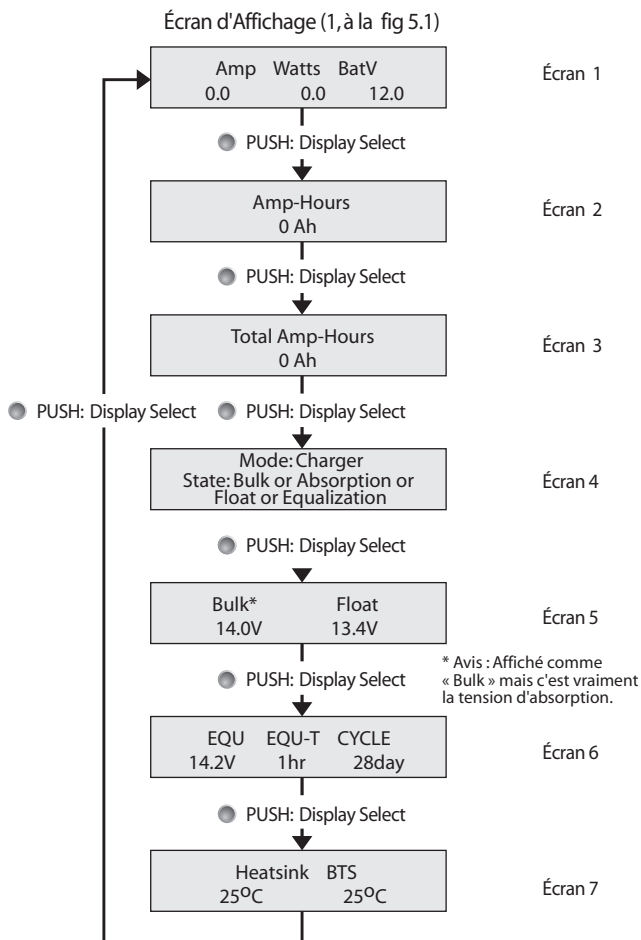

Fig. 5.3. Écran d'Affichage ACL
- Écran 4 ACL (la Fig 5.3) affiche « State: Equalization » en permanence tant que l'étape d'Égalisation transition à l'étape de Maintien.
- Écran 6 (la Fig 5.3) affiche le point de réglage d'Égalisation (sous EQU), la durée d'Égalisation (sous EQU-T) et la période de 28 jours (Sous CYCLE) en toute déférence à un 6 options de type de batterie qui a été sélectionné à l'aide des interrupteurs DIP 2, 3, 4 la (Fig 5.2 et le Tableau 6.1)
Pendant cet étape, l'écran ACL 4 (la Fig 5.3) affiche « State: Equalization ». L'écran 1 (La Fig 5.3) montre la vraie tension de borne de la batterie sous « BatV ». Cette tension serait moins que le point de réglage programmé qui est affiché à l'écran 6 (la Fig 5.3) sous "EQU".
*Remarque: Même que le chargeur est dans l'Étape de Masse, l'Écran 4 (la Fig 5.3) affiche « State: Equalization » PAS « State: Bulk. »*
Pendant Cet Étape, L'écran ACL 4 (La Fig 5.3) affiche « State: Equalization ». L'écran ACL 6 affiche les paramètres d'Égalisation programmé. L'écran ACL 1 (La Fig 5.3) montre le point de réglage de tension d'égalisation programmé « Ve » affiché sur l'écran sous « BatV ».
*Remarque: Pendant l'étape d'égalisation, si le courant de charge est plus grand que le courant du panneau solaire, la tension de batterie va baisser. Si la tension de batterie baisse jusqu'à environ 1V en-dessous du point de réglage de tension d'égalisation « Ve » pour environ 1 min, le contrôleur retourne à l'étape de Masse. Le Cycle de Service MLI est changé à 100%. L'écran ACL 4 (La Fig 5.3) va toujours indiquer « State: Equalization » et A DEL de Statut sur la plaque frontale va continuer à clignoter en Orange. Il va retourner à la MLI quand la tension de batterie atteint le point de réglage de tension d'égalisation « Ve » est peut-être soutenu pour une période minimale d'environ 50 à 55 sec.*
Pendant cet étape, l'écran ACL 4 la (Fig 5.3) affiche « State: Float ». L'écran 5 (la Fig 5.3) affiche le point de réglage de tension de Maintien (Affiché sur l'écran sous « Float »)
*REMARQUE: Pendant l'étape de Maintien, si le courant de charge est plus grand qui le courant du panneau solaire, la tension de batterie va baisser. Si la tension de batterie baisse jusqu'à environ 1V en-dessous du point de réglage de tension de maintien « Vf » continu pour environ 1 hour, le contrôleur retourne à l'étape de Masse. Le Cycle de Service MLI est changé à 100% et l'écran ACL 4 (La Fig 5.3) change à « State: Bulk ».*
Affichage (3, à la Fig 5.1)	Poussez pour changer l'écran d'affichage ACL (Voir la Fig. 5.3) Poussez et tenez pour réinitialiser les Ampère-Heures.
L'affichage ACL (1, à la Fig. 5.1) est un affichage de 2 lignes, 16 caractères à rétro éclairage. Le retroéclairage s'ARRÊTE après 5 mins et se remet EN MARCHÉ quand n'importe bouton est poussé. Le poussoir marqué «PUSH Display Select » et « Hold – Reset AMP-Hours » (3, à la Fig. 5.1) est utilisé pour manipuler les fonctions ACL. Chaque fois que le poussoir est appuyé, ça va faire défiler l'affichage. La séquence de défilement est montré à la Fig.5.3. Veuillez noter que les 7 écrans sont séquentiels, donc ils sont affichés dans une boucle continue : 1-2-3-4-5-6-7-1-2-3 et ainsi suite (Voir la Fig. 5.3, à la page ). Quand les écrans 2 à 7 sélectionnés, ils seront affichés pendant 15 minutes, et puis retourneront à l'écran 1 (l'écran par défaut). L'information détaillée fournie sur les écrans ACL (la Fig 5.3, à la page)est indiquée ci-dessous :
- Dès que la Batterie (+) est branché, la DEL de Statut (2, à la Fig .1) serait allumé (Orange) et le message « Welcome to Samlex Solar 1.0 » serait affiché pour environ 3 à 5 sec. Après, la DEL va clignoter en Vert & l'Écran 1 (Fig 5.3) serait affiché: Amp 0.0; Watt 0.0; BatV = "the battery voltage.